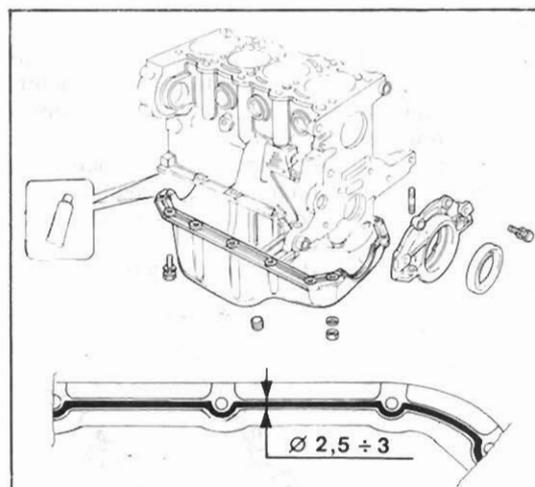

Fig.58 — Cordão de vedante de silicone
Distribuir um cordão para vedação dum produto adequado (ex. Fiat ref. 588 24 42 com o diâmetro de 2,5 a 3 mm na face do carter) (fig.58).